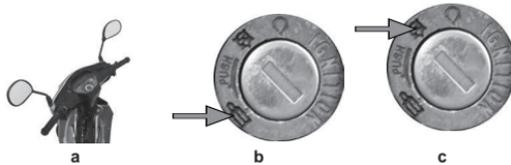

Imagen 18. Bloqueo de dirección
- Girar el manubrio a la izquierda. *Ver imagen 18-A.*
- Oprimir y girar la llave a la posición . *Ver imagen 18-B.*
- Oprimir y girar la llave a la posición . *Ver imagen 18-C.*